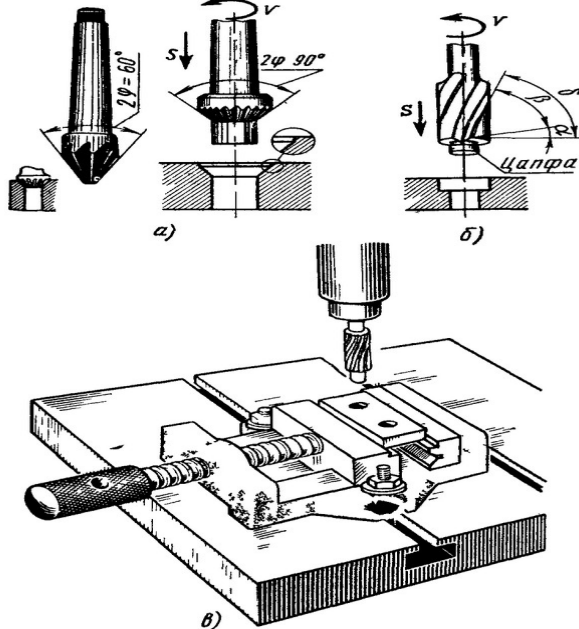

Рис. 80. Зенкование отверстий:
3. Выбрать соответствующую зенковку (рис. 80,а). Припуск на зенкерование, мм